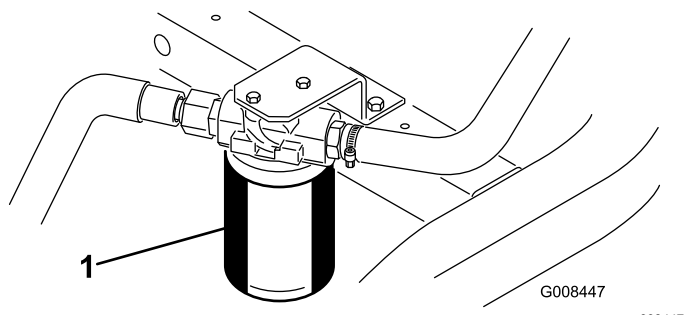

Bild 49
1. Reinigen Sie den Anbaubereich des Filters (Bild 49). Stellen Sie eine Auffangwanne unter den Filter und entfernen den Filter.